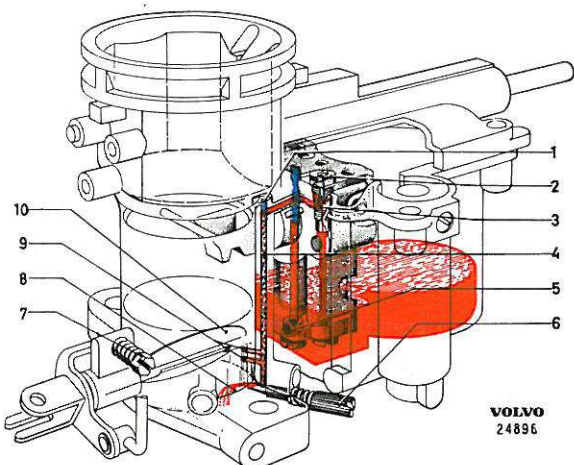

Figure 66. Système de ralenti
Lorsque le moteur tourne au ralenti, le papillon d'accélérateur est presque entièrement fermé (réglé à l'aide d'une vis 7, figure 66). Par conséquent, le degré de vide partiel autour et au-dessous du papillon est élevé. L'aspiration d'essence à travers le puits de ralenti (4) est donc très forte, ce qui a pour effet d'aspirer l'essence à partir du canal au-dessus du gicleur principal (5), à travers un trou calibré et le gicleur de ralenti (3), jusque dans le puits de ralenti qui débouche dans la chambre principale à travers un grand et deux petits orifices. L'air est fourni d'une part par un trou (1) sous le volet d'air, d'autre part par le gicleur d'air (2) au-dessus du gicleur de ralenti. La proportion du mélange air-essence est réglée par la vis de richesse (6) qui fait varier l'aire de passage du mélange. Etant donné qu'une certaine quantité d'air vient du côté du papillon d'accélérateur, le mélange air-essence au ralenti devient plus riche si l'on dévisse cette vis et plus pauvre si on la visse.